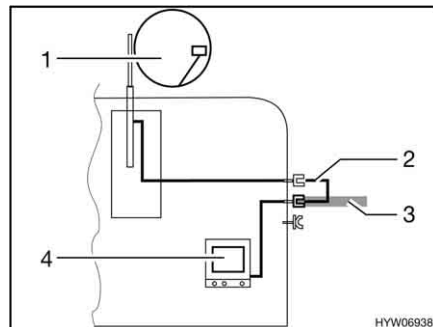

Fig. 178 TV en el vehículo
- TV en el vehículo (Fig. 178,4): Conexión a la antena del techo (Fig. 178,1) con el cable de conexión (Fig. 178,2)
- TV en el vehículo (Fig. 178,4): Conexión a antena externa (Fig. 178,3)